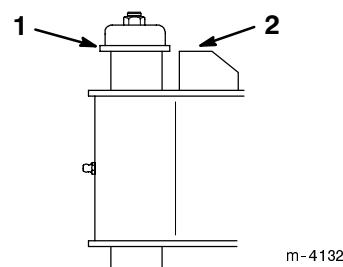

Figure 12
- Lors du balayage, essayer de maintenir la collerette du dessus de l'axe de pivot à la hauteur de la plaque de référence (Fig. 12) pour conserver une liberté de mouvement suffisante en cas de passage sur des bosses ou des fosses.